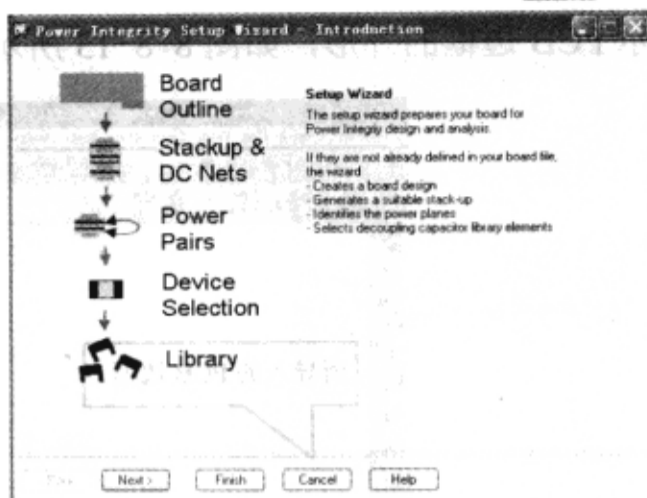

图 8-8-10 电源完整性设置向导窗口
(3) 关闭“SigNoise Errors/Warnings”窗口，弹出电源完整性设置向导窗口，如图 8-8-10 所示。